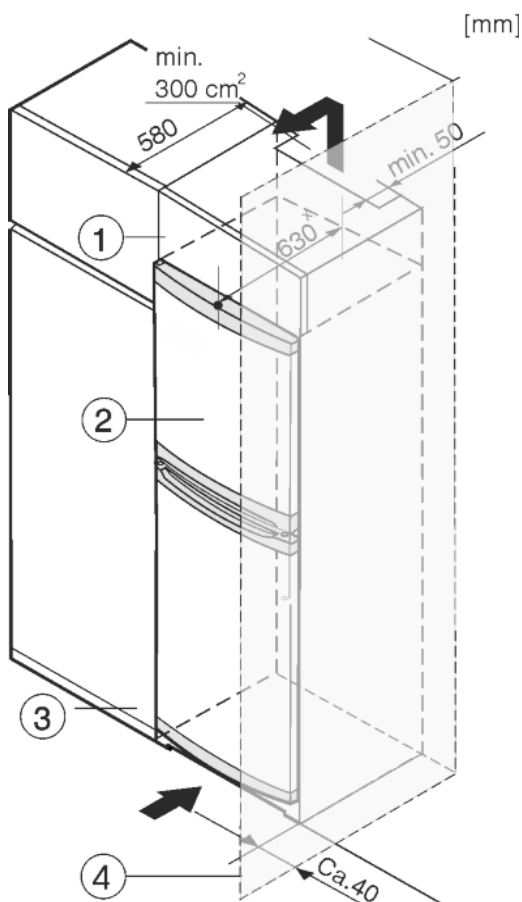

Fig. 7
L'appareil peut être réagencé avec des buffets de cuisine. Pour adapter l'appareil Fig. 7 (2) à la hauteur du coin cuisine, une rehausse Fig. 7 (1) peut être posée sur l'appareil.
Lors de la transformation avec des placards de cuisine (profondeur max. 580 mm), l'appareil peut être placé directement à côté du placard de cuisine Fig. 7 (3). L'appareil dépasse latéralement de 34 mm \* et de 50 mm \* au centre de l'appareil par rapport à la face avant du placard de cuisine.
Si l'appareil est installé avec les charnières à côté d'un mur *Fig. 7 (4)*, la distance entre l'appareil et le mur doit être de 40 mm min. Ceci correspond à la saillie de la poignée lorsque la porte est ouverte.